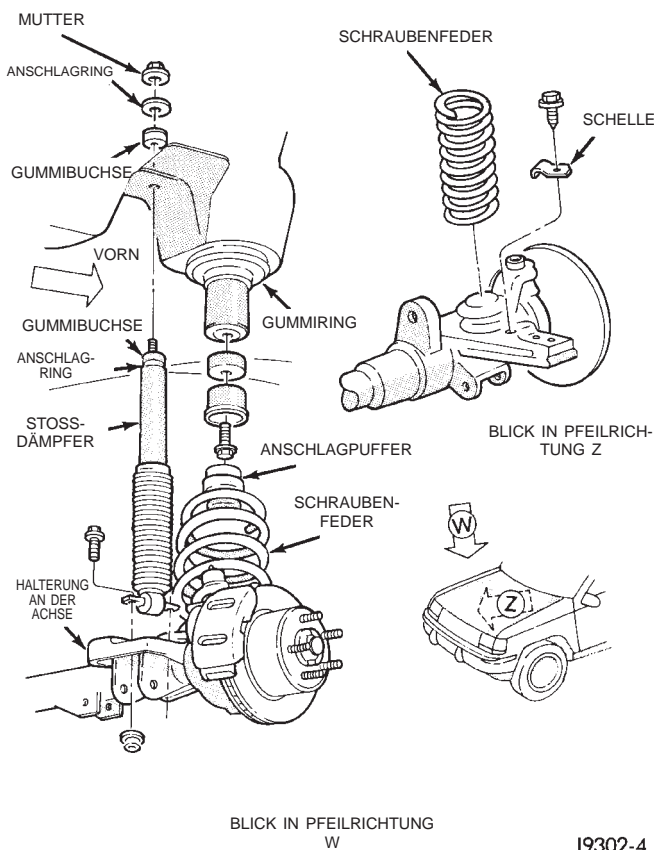

Abb. 2 Schraubenfeder und Stoßdämpfer
(1) Mutter, Anschlagring und Gummibuchse von der Kolbenstange des Stoßdämpfers abbauen (Abb. 2).
(1) Fahrzeug anheben und sicher abstützen. Die Vorderachse mit einem hydraulischen Wagenheber abstützen.
(2) Die hinteren Schrauben des unteren Längslenkers ausbauen.
(3) Bremsschlauchhalterungen vom Längsträger abbauen.
(4) ABS-Drehzahlfühlerkabel aus den Halterungen aushängen.
(5) Verbindungsstreben des Stabilisators und Stoßdämpfer von der Achse lösen.
(6) Panhardstab von der Halterung am Längsträger lösen.
(7) Lenkzwischenstange vom Lenkstockhebel lösen.
(8) Die Achse absenken, bis die Feder aus dem oberen Federteller freikommt. Die Halteschelle der Schraubenfeder abschrauben (Abb. 2) und die Feder ausbauen.
(9) Falls erforderlich, den Anschlagpuffer vom oberen Befestigungsflansch abbauen (Abb. 2).